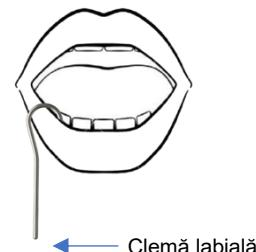

Fig. 5
2. Atașați clema labială la pacient – a se vedea Fig. 5.